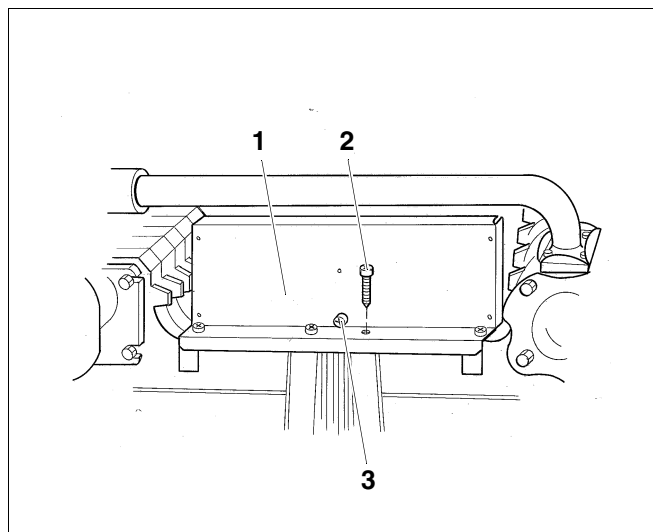

Fig. 33 Visser le panneau avant
- Plaquer le panneau avant (fig. 33, **pos. 1**) contre les écrous en cage et fixer, sans bloquer, à l'aide des 4 vis Parker 4,8 x 22 (fig. 33, **pos. 2**).
- Visser la partie intermédiaire par l'avant à l'aide d'une vis à tête plate 3,9 x 9,5 (fig. 33, **pos. 3**).
Légende pour la fig.33
- Serrer à fond les quatre vis de fixation 4,8x22 au panneau avant (fig.33, **pos.2**).